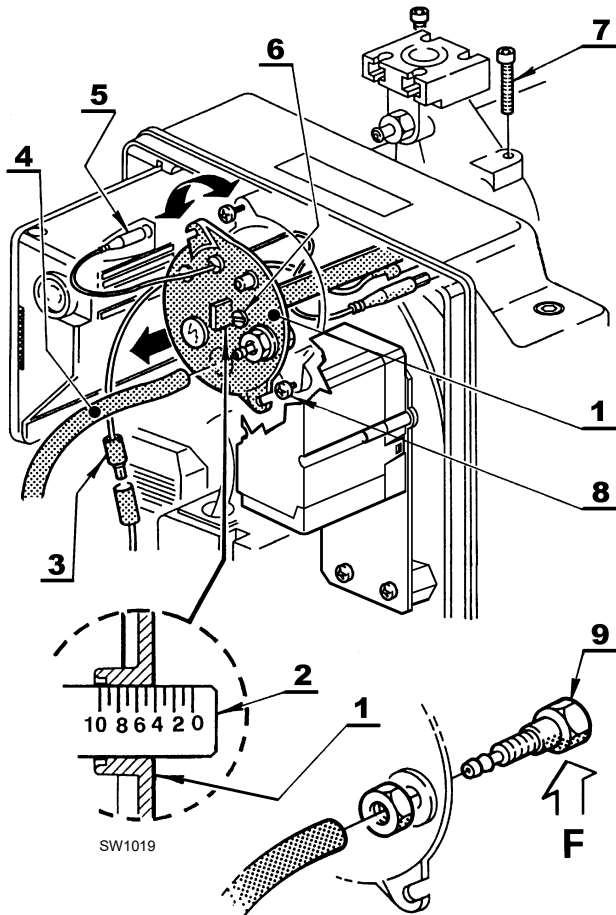

Fig. 11
Depende del caudal del quemador y se efectúa girando en sentido horario o antihorario el tornillo de regulación 6)(Fig. 11) hasta que la muesca de la brida de regulación 2)(Fig. 11) coincida con el plano exterior del conjunto portabocaja 1)(Fig. 11).
Para extraer el grupo cabezal (Fig. 11) es necesario:
Se aconseja no alterar la posición de regulación brida-codo 2)(Fig. 11) durante el desmontaje.
Volver a montar siguiendo el mismo procedimiento antes descrito en el orden inverso. colocando el grupo cabezal 1)(Fig. 11) en su posición original.
Enroscar los tornillos 7)(Fig. 11) sin apretarlos hasta que hagan tope. Bloquearlos con un par de apriete de 3 - 4 Nm.
Si la toma de presión del aire (11)(Fig. 11) se aflojase accidentalmente. reapretarla asegurándose que el orificio (F)(Fig. 11) situado en la parte interna del grupo cabezal (1)(Fig. 11) esté orientado hacia abajo.